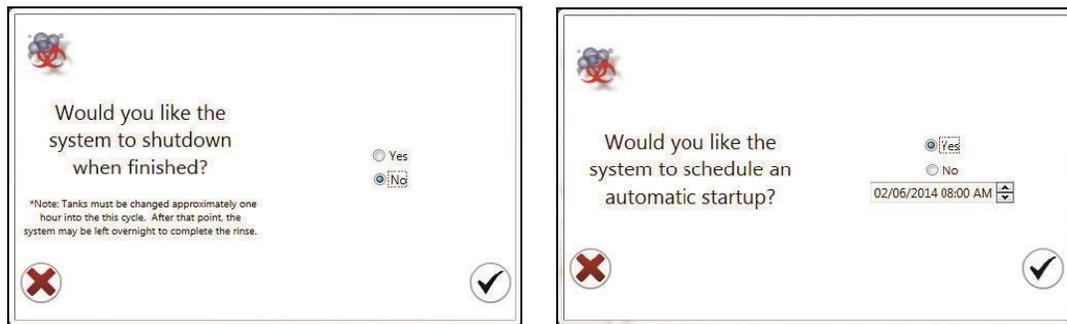

Рис. 129. Опции автоматического выключения и автоматического запуска входе выполнения процедуры дезинфекции
3. Определите, будет ли система выключена по завершении процедуры дезинфекции (Рис. 129).
5. Определите, будет ли запланирован автоматический запуск (Рис. 129).